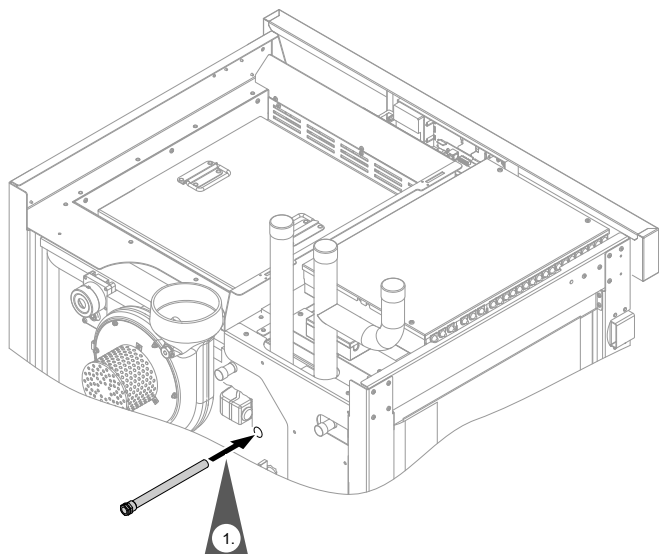

Abb. 33
- Bei Montage ist die Reihenfolge der Bauteile zu beachten: Siehe Abb. 33